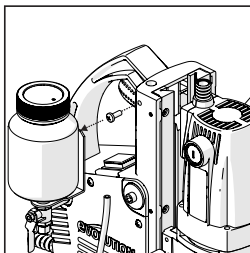

Abb. 3
- Befestigen Sie die Kühlmittel-/Schmiermittelflasche an ihrer Wartungsposition. Verwenden Sie das Gewindeloch oben links am Maschinengehäuse und die Schraube  $\varnothing$  6 mm (mitgeliefert). (Abb. 3)